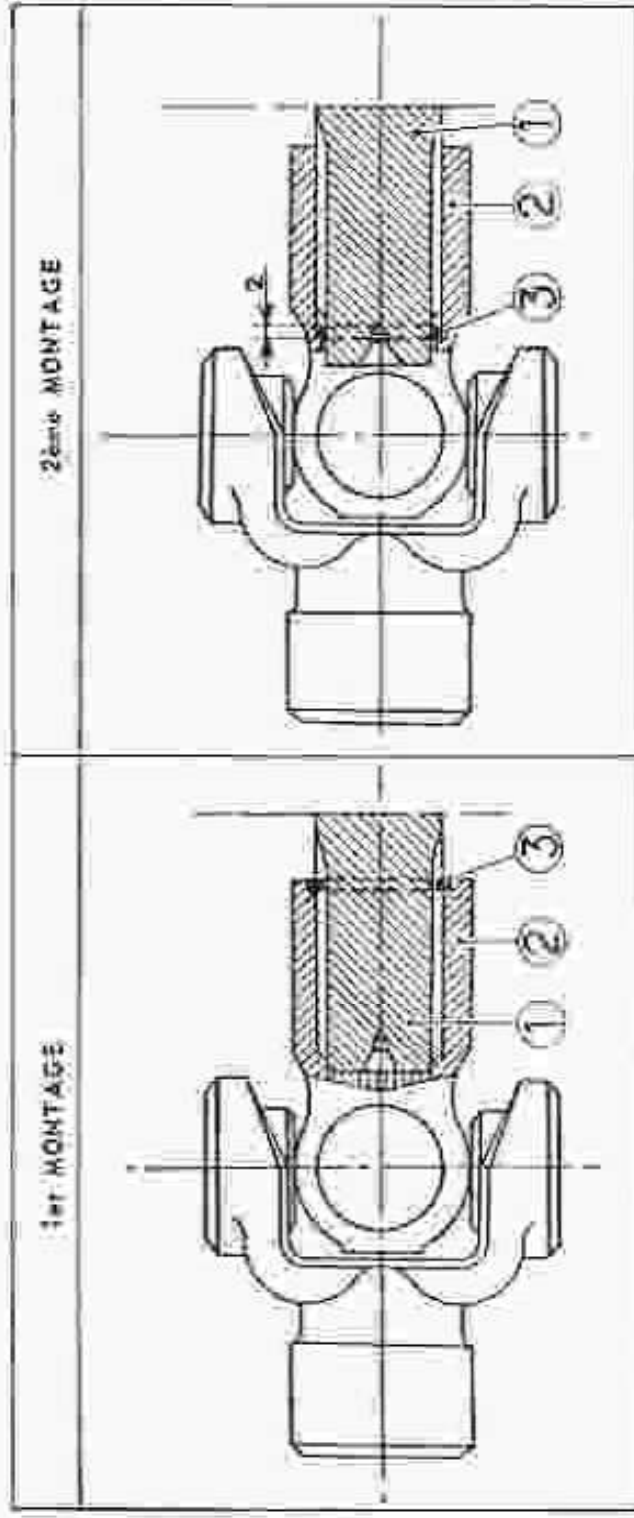

Fig. 18. — Identification des deux montages du raiden.
- Vérifier le type d'ou-doux-our, lors- que la tête de l'extracteur est passé derrière le roulement pour éviter la boiserie (2) en position verticale.
- Fixer la rainure d'appui (2) (Fig. 18) contre le tube de poussée et véri- fier l'ajustement pour éviter le roulement libre de 100 mm environ, afin de véri- fier le montage de l'extracteur (C) à l'arrière de l'appareil, à l'extré- mité de la tige de poussée.
- Le roulement sera fixé à l'arrière de l'extracteur (E) à l'arrière de la tige de poussée.
- La figure 18 montre une vue en coupe des deux montages et les numéros (1) des pièces sont indiqués dans le tableau du haut de la page.